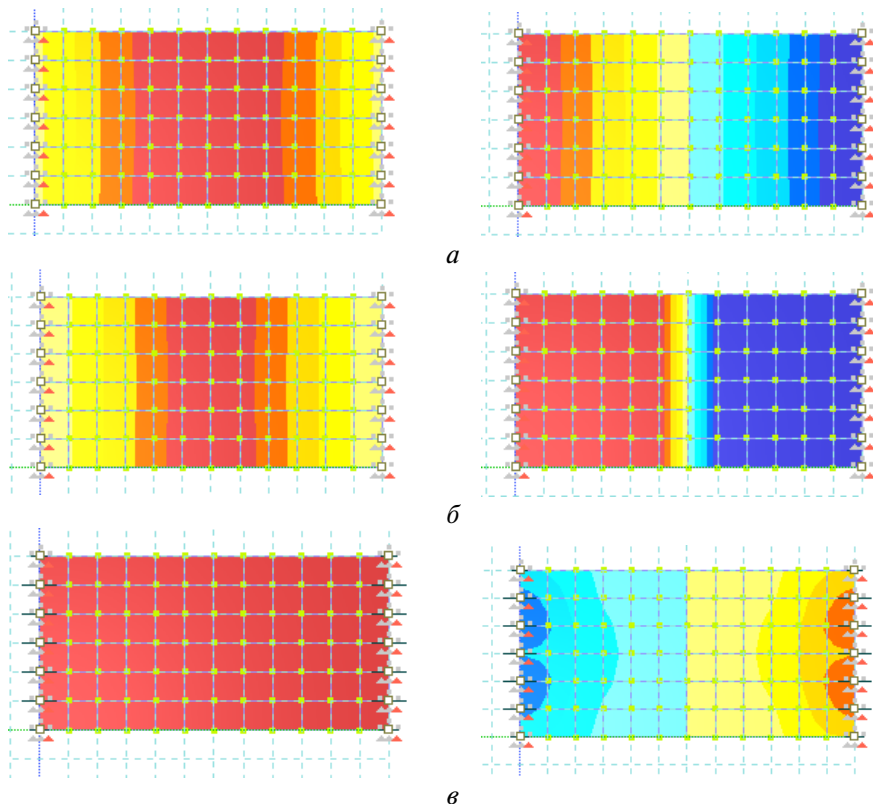

Рис. 92. Изополя изгибающих моментов и поперечных сил:
14. Выведите на экран изополя погонных изгибающих моментов M_x и поперечных сил Q_x для трех случаев нагружения (рис. 92) **Результаты ► Результаты по пластинам ► Напряжение (M_x)** или (Q_x) (кнопка  на панели
На рис. 92 слева представлены изополя M_x , справа Q_x .